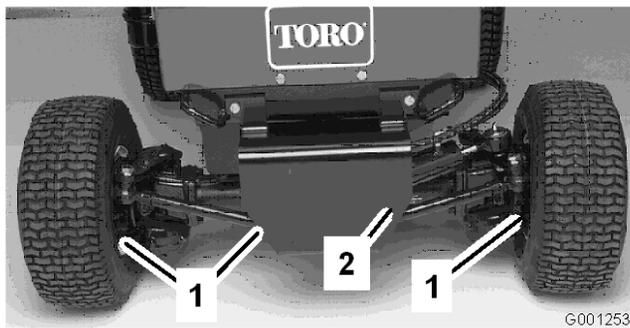

Figura 58
2. Togliete i dadi che fissano un giunto sferico del tirante alla staffa di montaggio del ponte, e scollegate il giunto dal ponte (Figura 58).